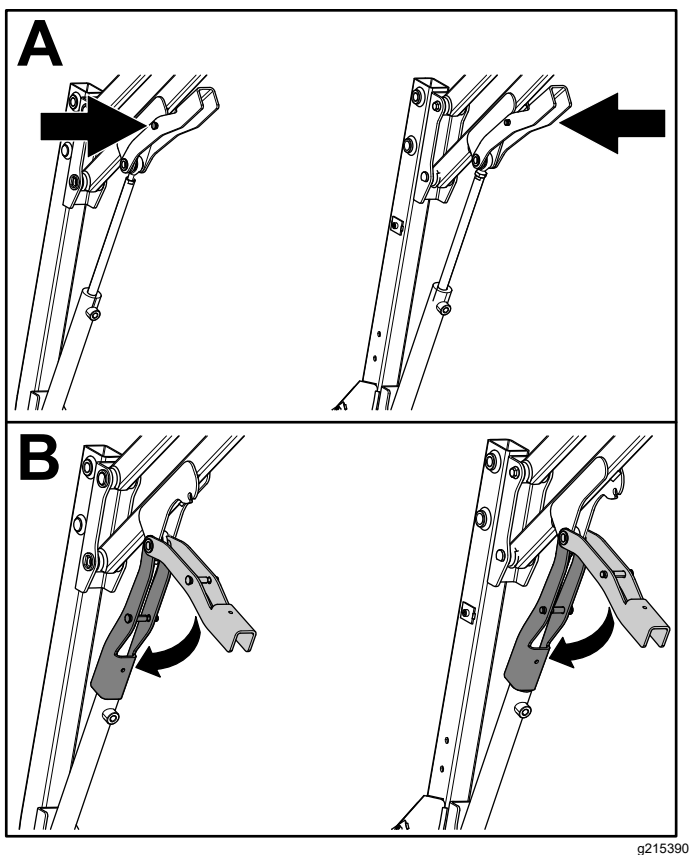

Figura 36
- A. Spingete il perno sul blocco di sicurezza magnetico verso l'interno (Figura 36).
- B. Con il perno dentro, abbassate il blocco di sicurezza magnetico sul cilindro idraulico (Figura 36).